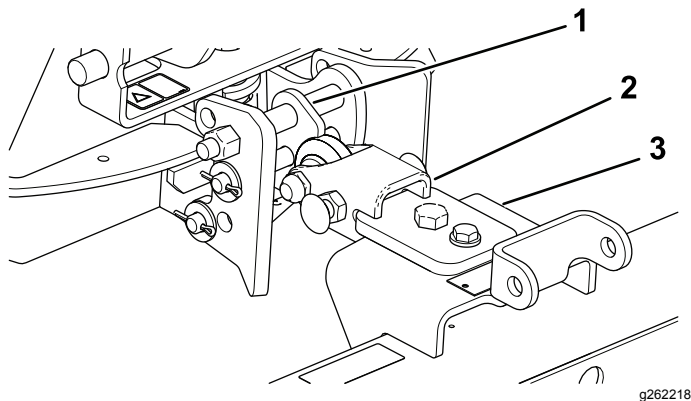

Figure 11
1. Montez le système d'attelage en plaçant le côté incliné en haut (Figure 11).
2. Assemblez la barre d'attelage sur la face supérieure du support (Figure 11).